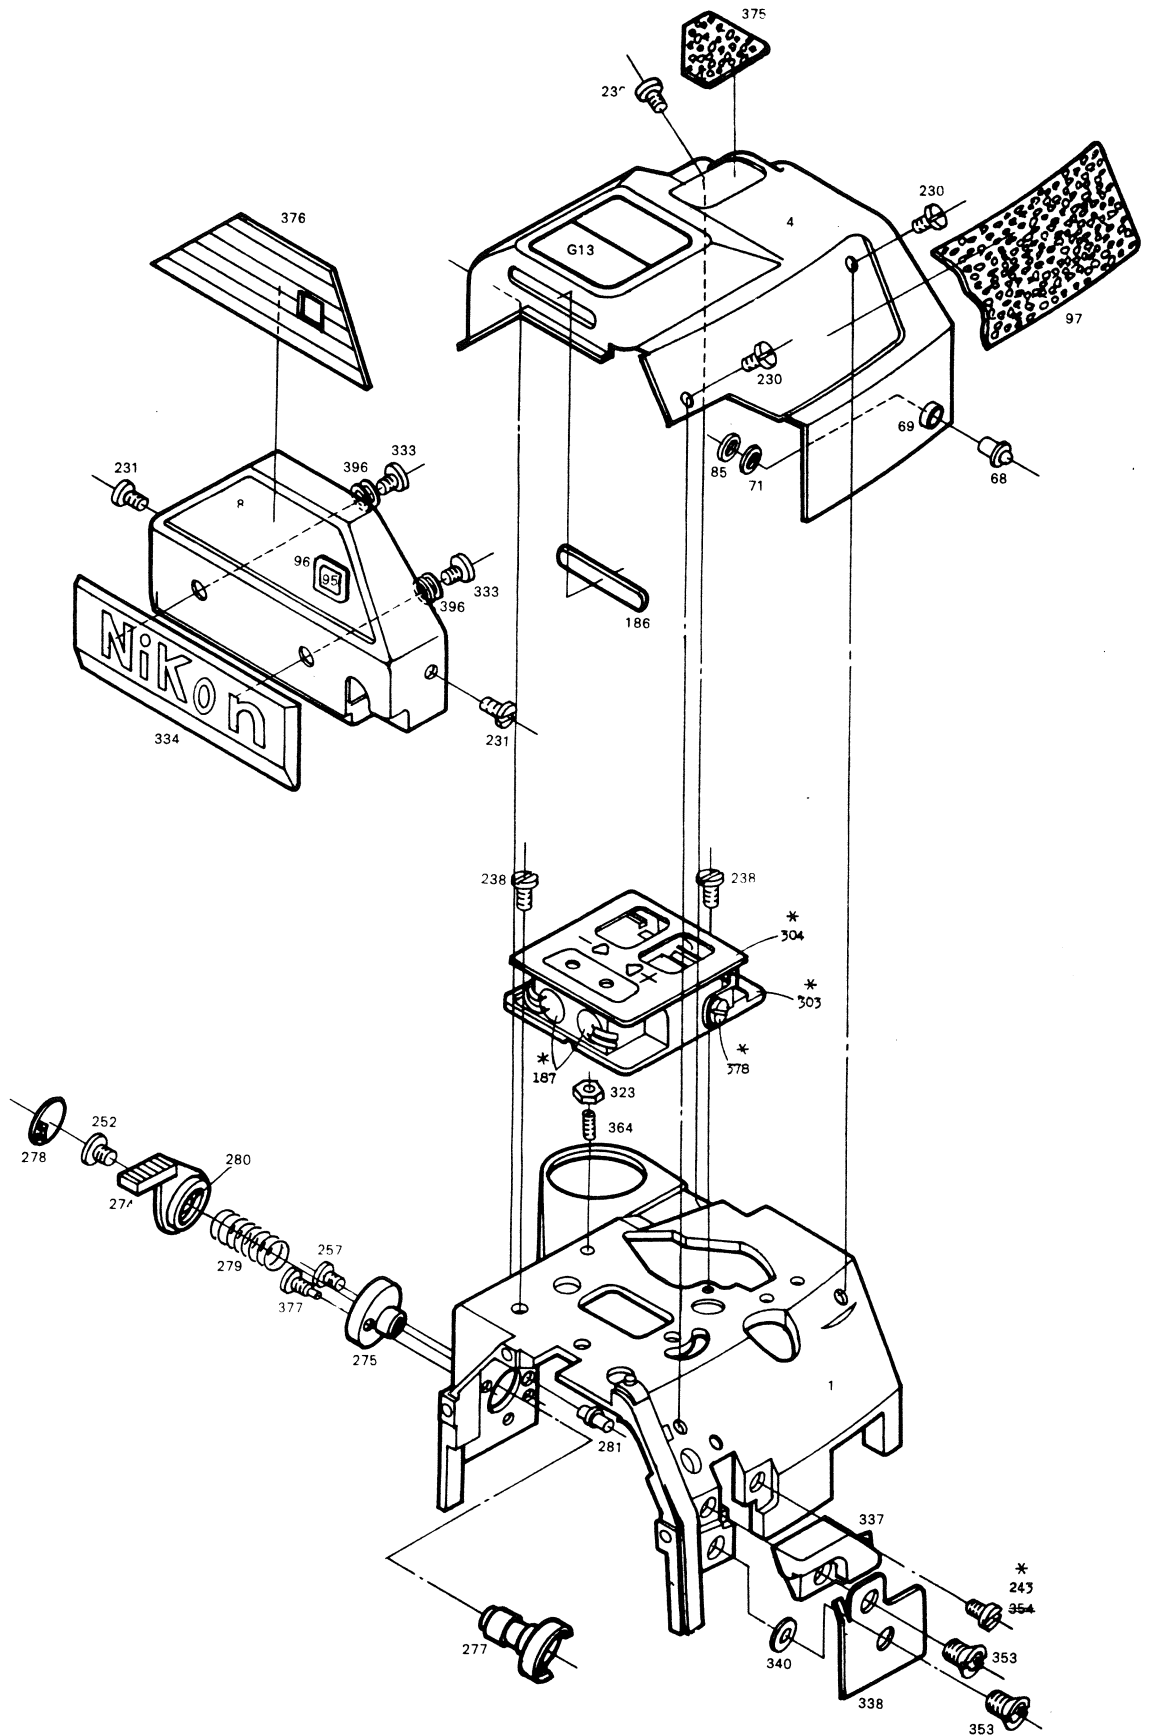
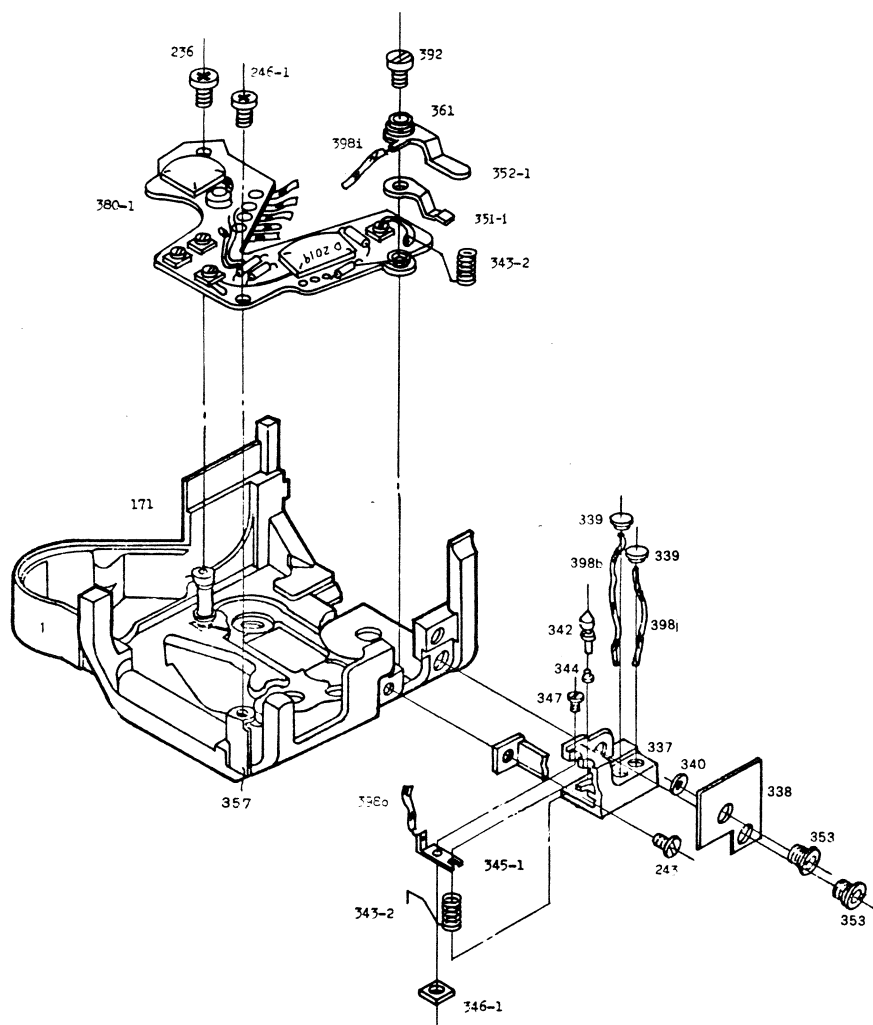

Fig. 1
Fig. 6a
4.3 Connector unit (Fig. 1 and Fig. 6) <(Fig. 1, Fig. 6 and Fig. 6a)>
4. 3 コネクター部(Fig. 1, Fig. 6)《(Fig. 1, Fig. 6, Fig. 6 a)》